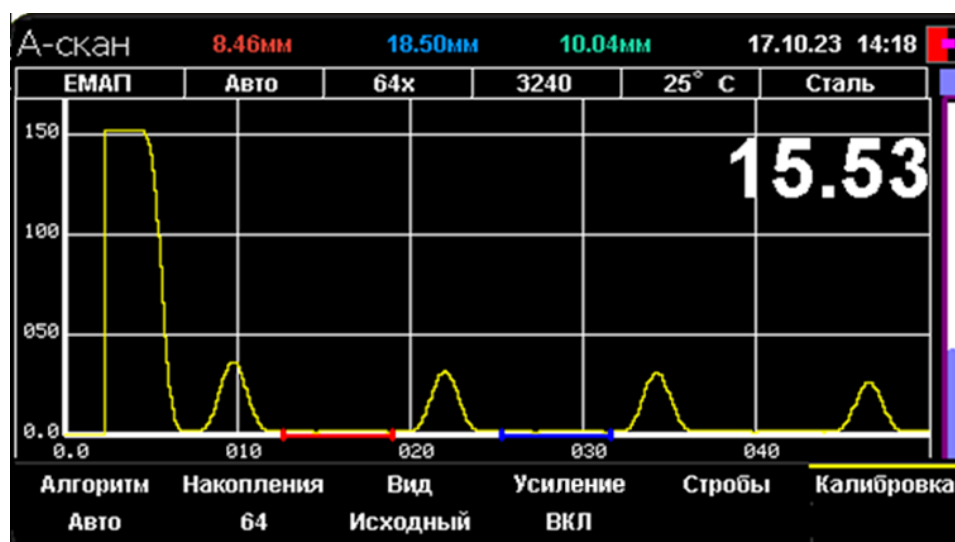

Рисунок 2.3 – Контекстное "OK" меню
2.4.2 Для изменения настроек открыть контекстное меню окна «Толщина», «А-скан» (Рисунок 2.3), нажав на кнопку .
3.2.3 Настроить А-скан и стробы с помощью Контекстного меню (Рисунок 2.3, порядок работы с Контекстным меню описан в пп. 2.4.2 - 2.4.5):